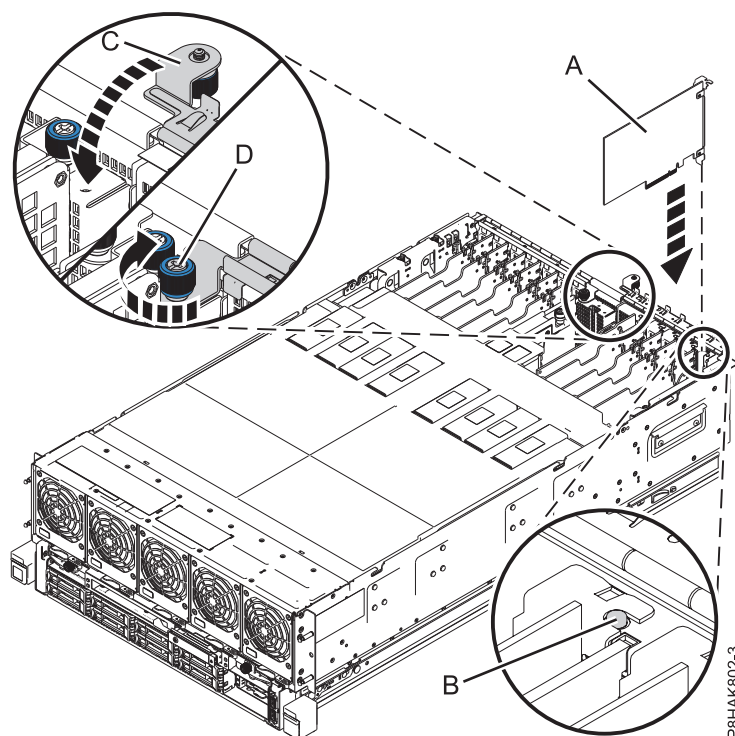

Figura 8. Instal·lació o substitució d'un adaptador PCIe al sistema 8408-44E o 8408-E8E
6. Agafeu amb compte l'adaptador per l'extrem superior o per la contrapunta i alineu-lo amb la ranura i el seu connector de la placa posterior del sistema (A), tal com es mostra a Figura 8 a la pàgina 13.
7. Agafeu amb compte l'adaptador per l'extrem superior o per la contrapunta i alineu-lo amb la ranura i el seu connector de la placa posterior del sistema (A), tal com es mostra a Figura 8 a la pàgina 13.